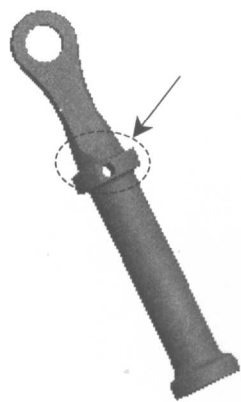
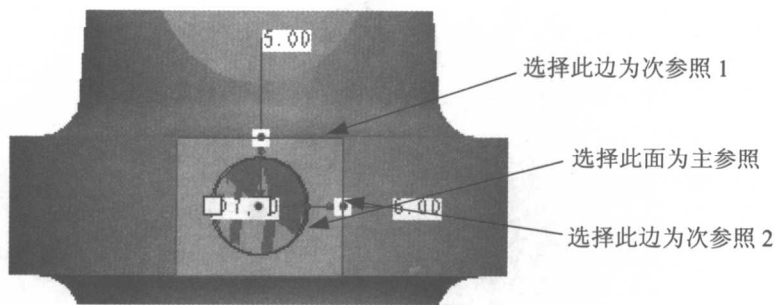
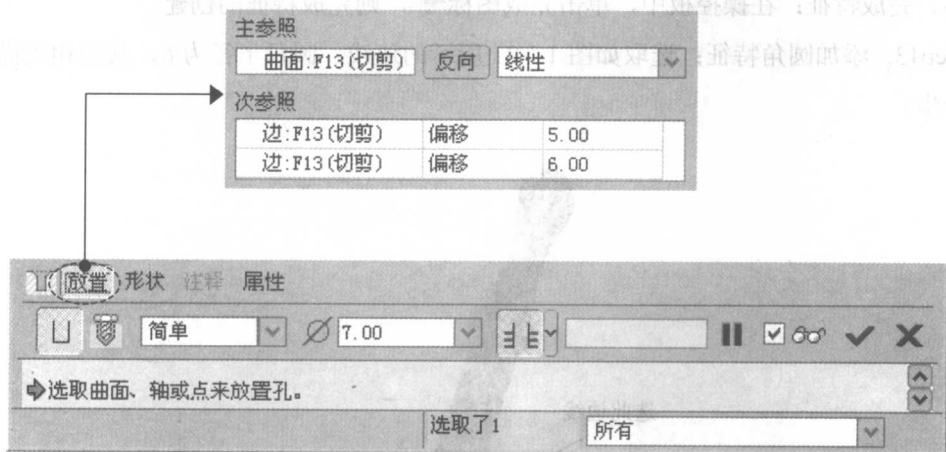

图 1.1.22
图 1.1.23
图 1.1.24
Step14. 添加孔特征。添加如图 1.1.22 所示的孔特征，相关操作如下。
(1) 选择插入  孔(H)命令，或直接单击命令图标。
(2) 选取孔的类型：选取直孔类型。
(3) 定义孔的放置：主参照选取如图 1.1.23 所示的平面；放置类型为“线性”；次参照 1、次参照 2 如图 1.1.23 所示，偏移分别为 5 和 6。
(4) 定义孔的直径尺寸：在直径后的文本框中键入直径值 7。
(5) 定义孔的深度类型：在操控板中，选取深度类型为 （即穿透）。操控板设置如图 1.1.24 所示。